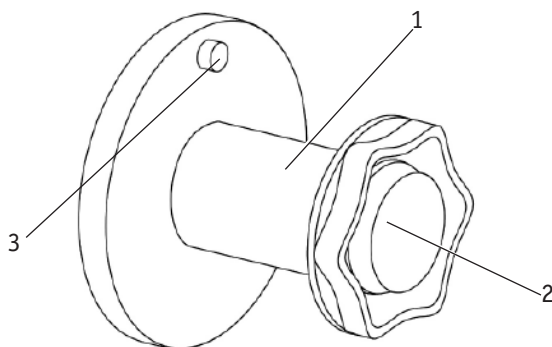
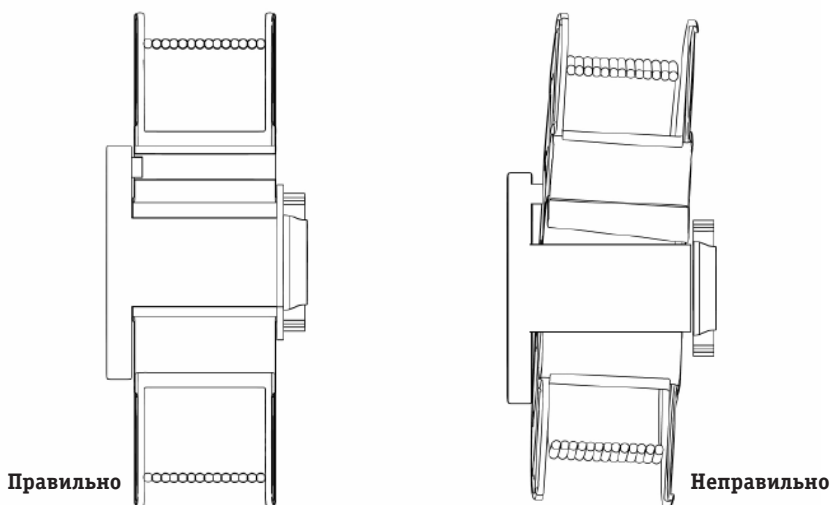

Рис. 8.4.1. Ось катушки.
Рис. 8.4.2. Установка катушки с проволокой на ось катушки.
Установите катушку с проволокой на ось катушки (См. рис. 8.4.1). Не допускайте перекоса катушки (См. рис. 8.4.2).
2. Установите катушку с проволокой совместите отверстие катушки и фиксатор адаптера, зафиксируйте её прижимной гайкой (См. рис. 8.4.2. п. 2).